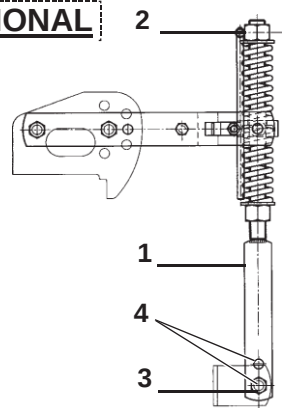

Fig. 11
6) Il martinetto a molla (1 Fig. 11) oltre a sostenere la lamiera livellatrice ed ammortizzarla nel trasporto su strada, serve a evitare il ribaltamento della zappatrice durante il parcheggio.
La regolazione del precarico sulla molla si effettua avvitando e svitando il dado superiore (2 Fig. 11), agendo con l'apposita leva.
A seconda della posizione, determinata del bullone (3 Fig. 11) sui vari fori posti nel martinetto (4 Fig. 11) si riesce ad aumentare o diminuire l'effetto della lamiera livellante sul terreno.
6) *Besides supporting the levelling plate and acting as a shock absorber for it during road transport, the spring ram (1 Fig. 11) prevents the steerage hoe from overturning when parking. To adjust the spring pre-loading, screw or unscrew the upper nut (2 Fig. 11) using the spring adjuster. The effect of the levelling plate on the soil can be increased or decreased depending on the position, established by of the nut (3 Fig. 11) in the various holes in the ram (4 Fig. 11).*
6) Le vérin à ressort (1 Fig.11) sert de soutien à la tôle de nivellement et de suspension pendant le transport sur route, pour éviter le basculement du cultivateur lors du stationnement. Pour régler la pression du ressort, vissez ou dévissez l'écrou supérieur (2 Fig.11) avec la manivelle. L'effet de la tôle de nivellement sur le terrain peut être augmenté ou diminué en changeant la position du boulon (3 Fig. 11) dans les différents trous du vérin (4 Fig.11).
6) *Die Federwinde (1 Abb.11) trägt nicht nur das Planierschild und dient beim Straßentransport zur Dämpfung von Stößen, sondern sie soll auch verhindern, daß die Maschine während des Parkens umkippt. Um die Feder zu verstellen, verschrauben oder aufschrauben Sie die obere Mutter (2 Abb.11) mit dem Spindel. Je nach der Position, die durch der Mutter (3 Abb. 11) in den verschiedenen Löchern des Windenrohres (4 Abb.11) festgelegt wird, kann die Wirkung des Planierschilds auf den Boden erhöht oder verringert werden*
5 În afară de susținerea plăcii de nivelare și de acționare ca amortizor pentru aceasta în timpul transportului rutier, cilindrul cu arc (1 Fig. 11) împiedică răsturnarea mașinii în timpul staționării. Pentru a regla preîncărcarea arcului, înșurubați sau deșurubați piulița superioară (2 Fig. 11) cu ajutorul dispozitivului de ajustare a arcului. Efectul plăcii de nivelare asupra solului poate fi crescut sau micșorat în funcție de poziția, stabilită de piulița (3 Fig. 11) în diferitele orificii ale berbecului (4 Fig. 11).